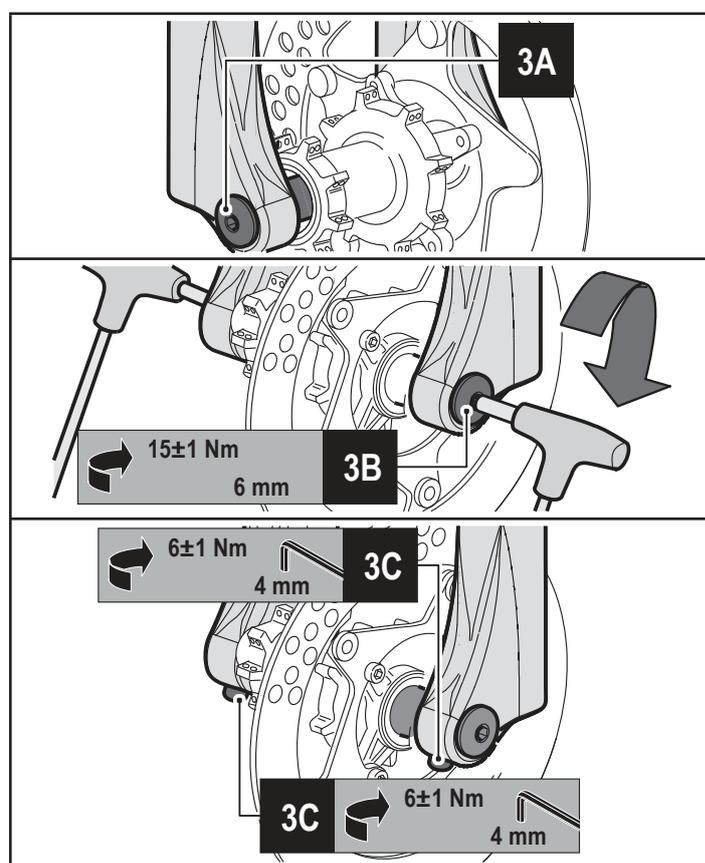

Рисунок 3 – Установка колеса на вилку $\varnothing 32$ с осью диаметром 20 мм
- Установите колесо таким образом, чтобы ось совпала с крепежами вилки (См. 3А Рисунок 3).
- Вставьте ось с правой стороны сквозь крепеж вилки, втулки колеса и закрепите специальным болтом слева. (См. 3А Рисунок 3).
- Затяните болты оси усилием 15 ± 1 Nm, используя шестигранник 6 мм. (См. 3В Рисунок 3).
- Затяните болты, фиксирующие ось на «штанах» вилки, используя шестигранник 4 мм с усилием 6 ± 1 Nm (См. 3С Рисунок 3).